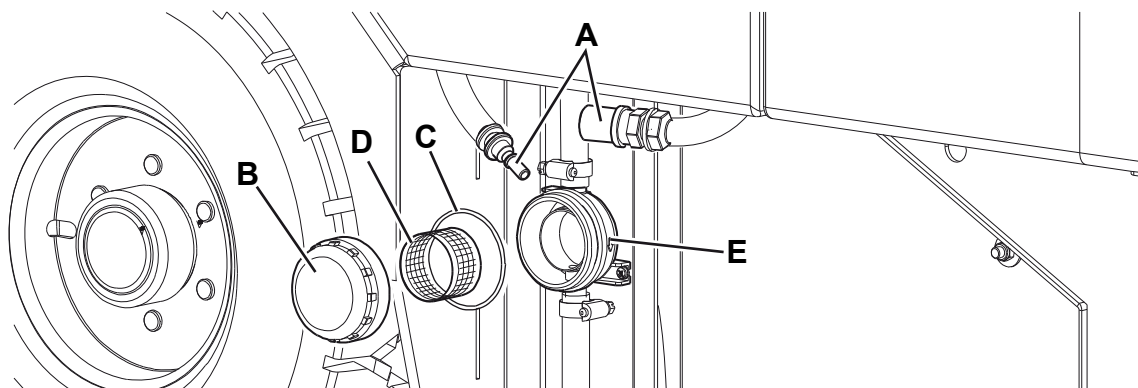

Figure 7
1. Amener la machine sur un sol plat, activer le frein de stationnement et tourner la clé de contact (66) sur « O ».
2. Dégager le raccord rapide (A, Fig. 7) du réservoir.
3. Démonter le panneau gauche (2) pour rejoindre le filtre à eau (30).
4. Enlever le couvercle transparent (B) avec le joint (C), puis enlever le filet filtrant (D). Les nettoyer et les reposer dans le support (E).